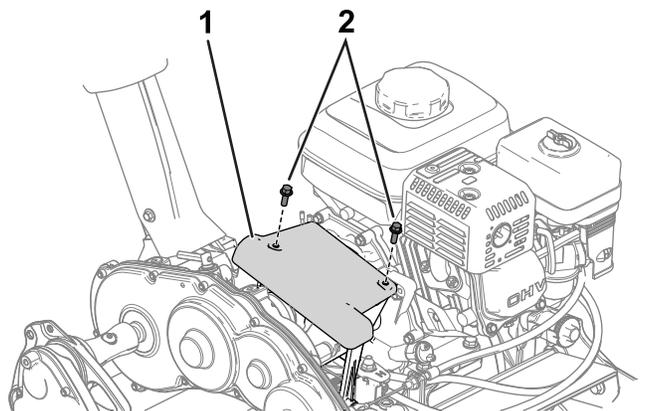

図 29
1. クラッチカバーを外して、フリクションディスクとプレッシャプレートへのアクセスを確保する 図 29。